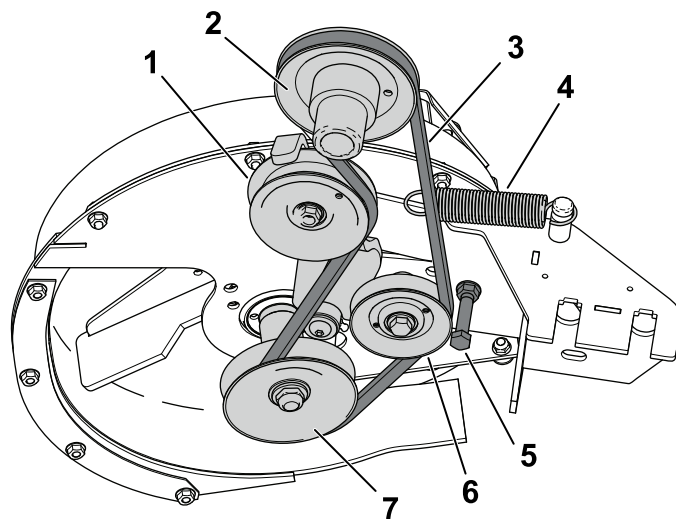

Figura 40
3. Afloje o retire la guía de la correa (Figura 40).
4. Tire hacia atrás de la polea tensora tensada con muelle para aliviar la tensión de la correa (Figura 40).
6. Instale la correa nueva alrededor de la polea del soplador (Figura 40).
7. Apriete o instale la guía de la correa (Figura 40).